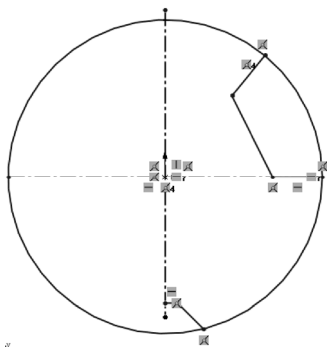

图 2-111 绘制草图 1
- 4) 绘制草图 1。单击“草图”控制面板中的（直线）按钮和（圆）按钮，绘制如图 2-111 所示的草图。